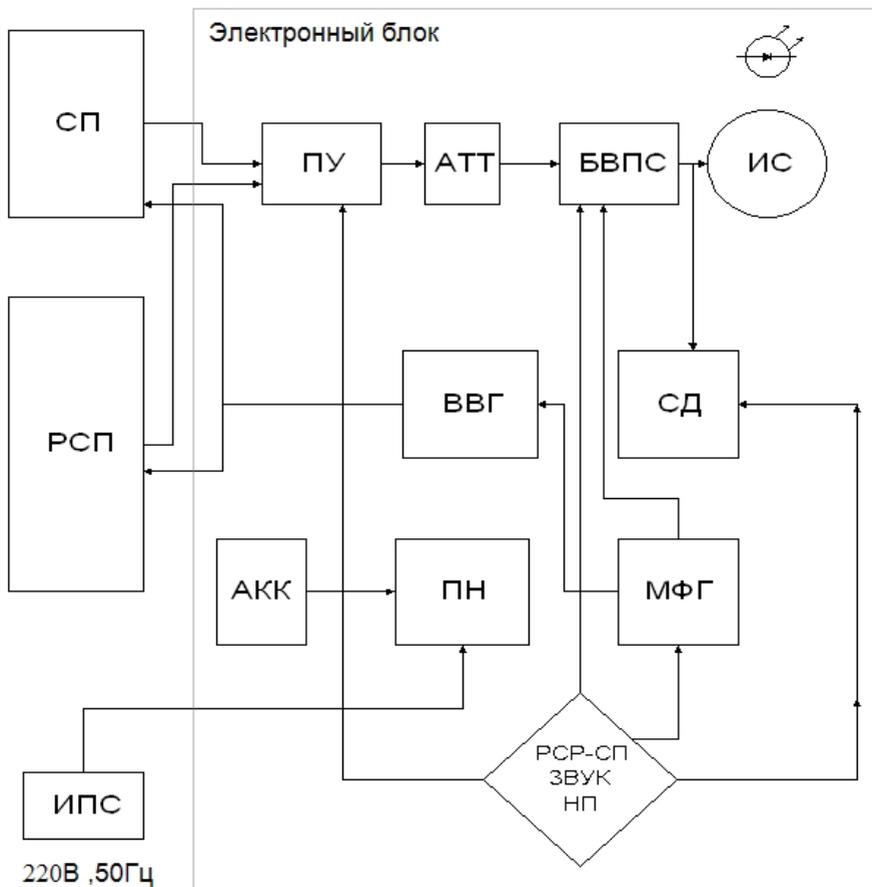

Рис.1
**4.2.1.** На рис.1 приведена структурная схема дефектоскопа ИД-91М.